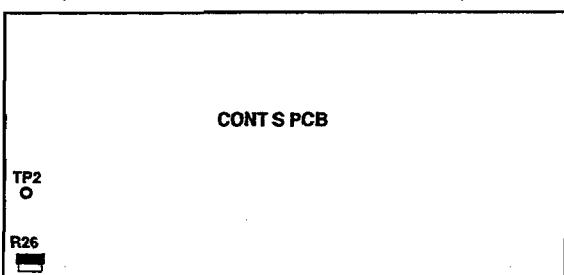

Fig. 2-10
- Connect the DC voltmeter between TP2 (Fig. 2-10) on the CONT S PCB and GND.
- When blank tape MTT-5512 is played back in the REV /PLAY mode, adjust R26 (Fig. 2-10) on the CONT S PCB so that the voltage at TP2 reads 2.5 V.
- CONT S PCBのTP2 (図2-10) とGND間にDC電圧計を接続する。
- REV/PLAYモードで、ブランク・テープMTT-905を再生したとき、TP2の電圧が2.5VになるようにCONT S PCBのR26 (図2-10) を調整する。